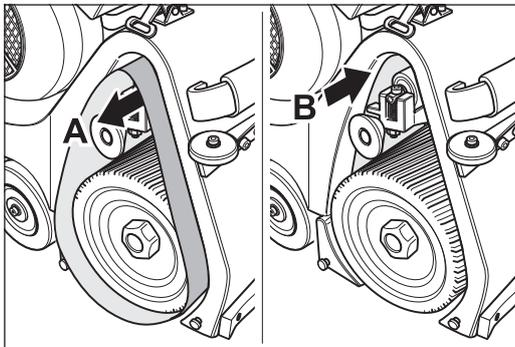
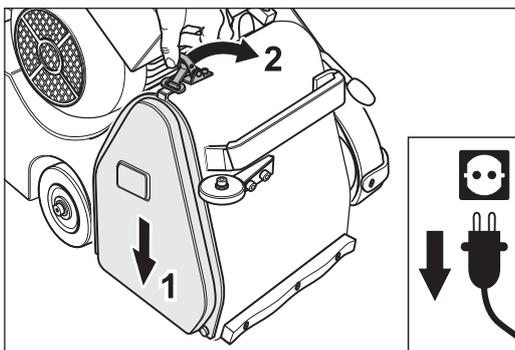

Abb. 79 Verläuft das Schleifband in Richtung A oder B, muss das Aggregat nachjustiert werden.
Abb. 80 Nach erfolgreicher Überprüfung und Einstellung des Schleifbandlaufs das Abdeckblech wieder anbringen.
- 5 Wenn das Schleifband entweder nach vorne (Richtung A in Abb. 79) oder nach hinten (Richtung B in Abb. 79) verläuft, ist eine Nachjustierung des Aggregats notwendig (→ *Abschnitt 7.3.2, Einstellung des Schleifbandlaufs*). Wenn das Schleifband nicht auf der Spannwalze verläuft, bringen Sie das Abdeckblech wieder an (Abb. 80).
Verläuft das Schleifband (Richtung **A** oder **B** in Abb. 79), muss es umgedreht werden und ein nochmaliger Testlauf erfolgen.
Läuft das Schleifband nach vorne (Richtung **A** in Abb. 79) und nach dem Umdrehen nach hinten (Richtung **B** in Abb. 79) oder umgekehrt, ist das Schleifband von schlechter Qualität und kann nicht verwendet werden (die Hülse ist konisch)!
- 9** Bringen Sie nach der erfolgreichen Einstellung des Schleifbandlaufs das Abdeckblech wieder an (Abb. 80).